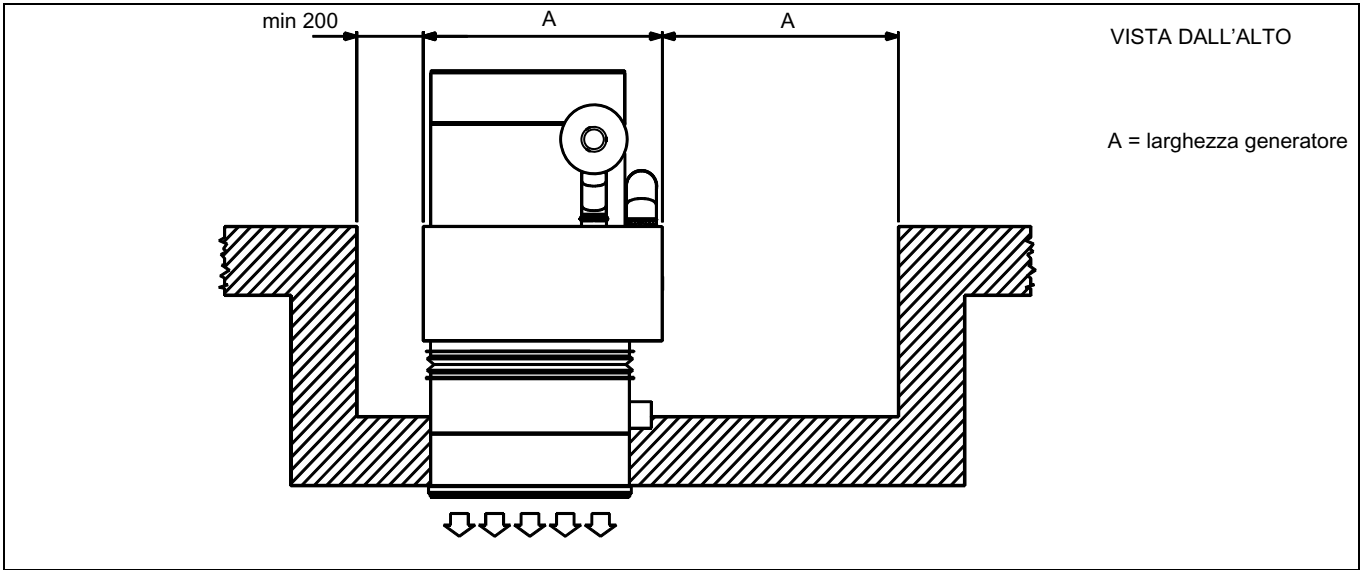

Figure 5 – DISTANCES DE RESPECT POUR L' ENTRETIEN
- D) Au fin de facilité l'entretien il est recommandé de n'installer pas l'aérotherme à l'intérieur d'enclaves ou en position avec accès difficile (voir Figure 5).